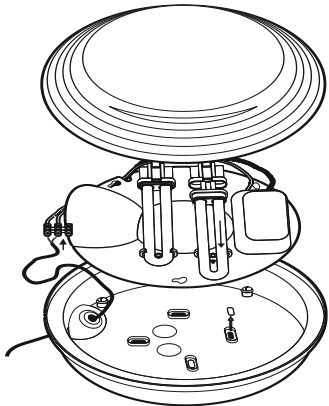

Рисунок 1
- в светильниках модификаций 3019, 3041, 3024, 3025, 3026, 3051, 3052 подключите провода питания к клеммам L и N клеммного зажима (рисунок 1);